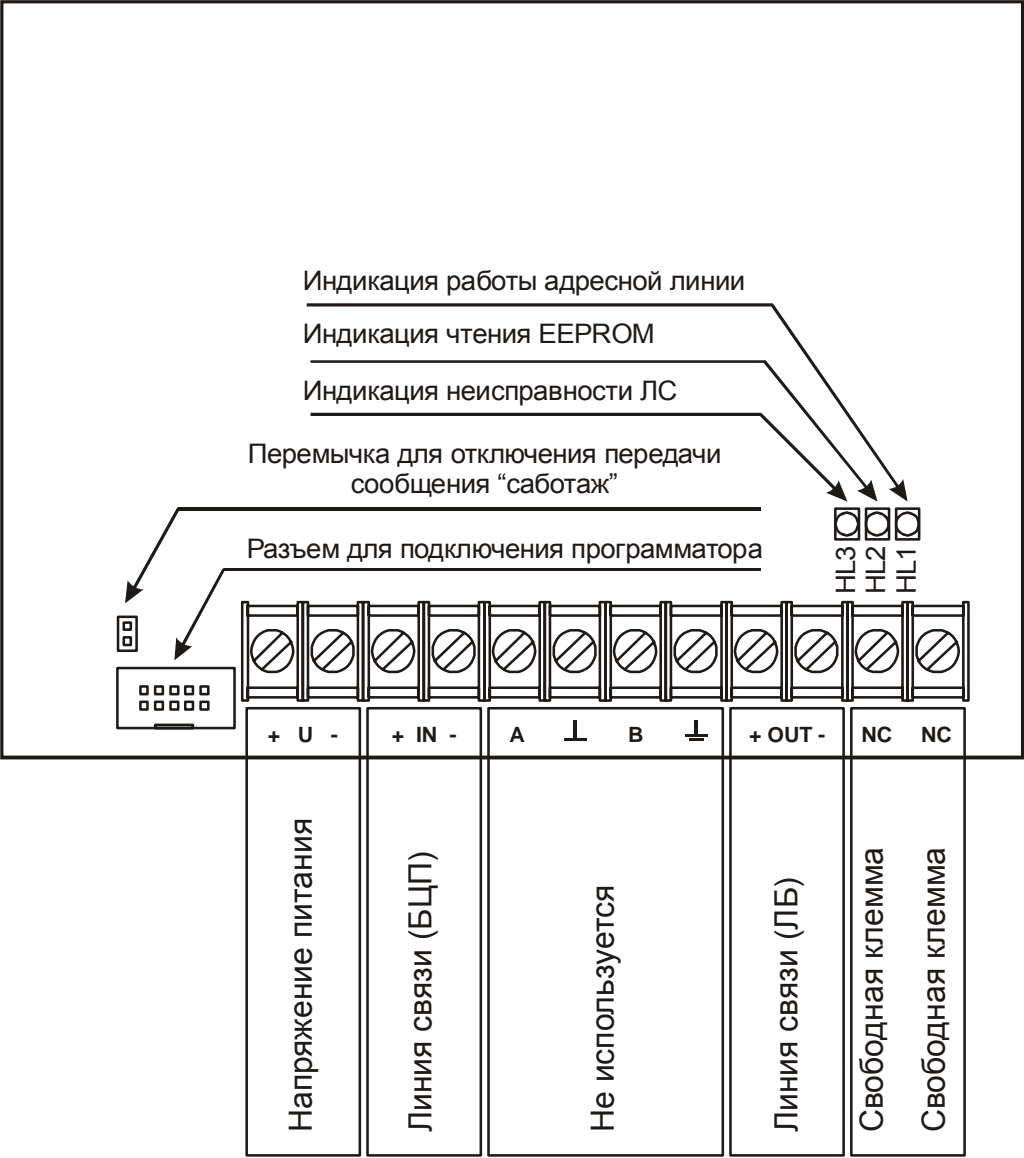

Рис. 1 Плата БРЛ.
4.1 Внешний вид платы БРЛ представлен на .Рис. 1.
- **"Саботаж"** - при несанкционированном вскрытии корпуса БРЛ. («Саботаж» выдается только при снятой соответствующей перемычке на плате. См Рис. 1)